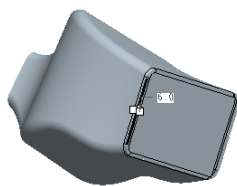
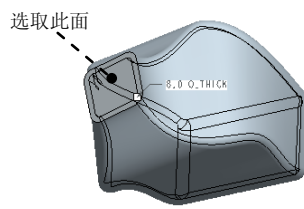

图 4.4.23 底部圆角
图 4.4.24 抽壳特征
Step4. 对图 4.4.23 所示的模型底部进行圆角, 圆角半径值为 20.0。
(1) 单击 **模型** 功能选项卡 **工程** 区域中的“壳”按钮 .
(2) 要去除的面如图 4.4.24 所示, 抽壳厚度值为 8.0。